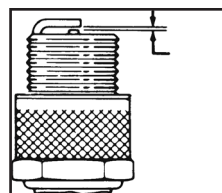

図41
5. 電極間のすき間を 0.76 mm に調整する（図41）。